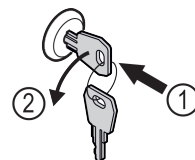

Fig. 182
- ▶ Insérer la clé. Fig. 182 (1)
- ▶ Tourner la clé à 90° dans le sens antihoraire. Fig. 182 (2)